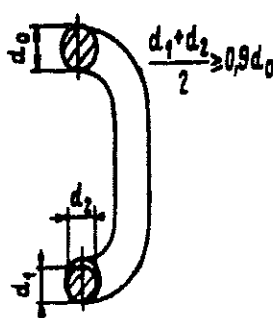

Рис. 18. Уменьшение диаметра сечения звена цепи:
- при уменьшении диаметра сечения звена цепи вследствие износа более 10 % (рис. 18).